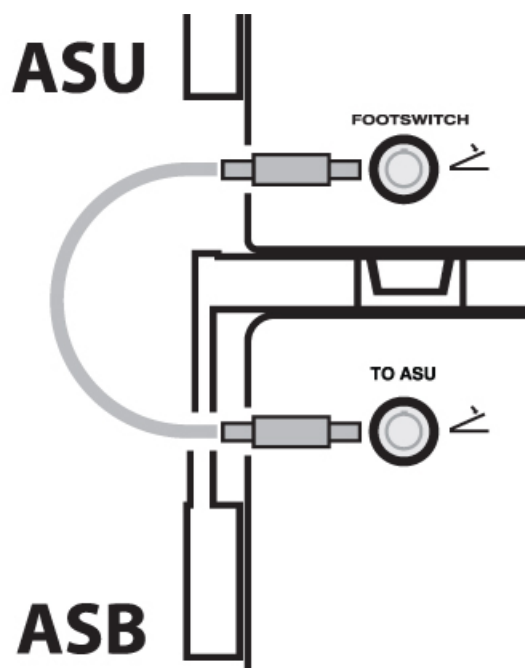

図 5 フットスイッチインターフェースケーブルの接続について (ASU2/ASB3 バックパネル)
4. フットスイッチインターフェースケーブルを、ASU2 と ASB3 のバックパネルにあるフットスイッチ接続口とフットスイッチ信号出力口に、カチッと音がするまで接続します (図 5 参照)。